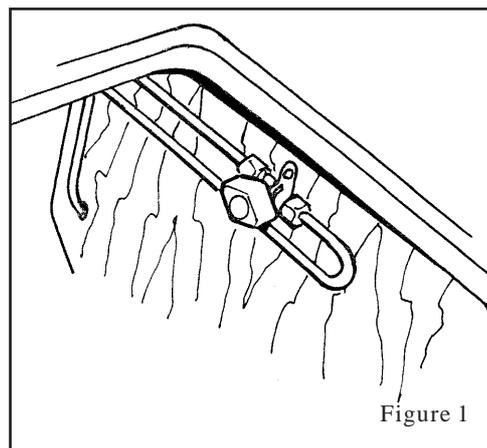

Figure 1
- Fermer les vannes sur le circuit (dans le coffre derrière l'évier) et sur la bouteille quand les appareils ne sont pas utilisés. Fermer immédiatement toutes les vannes en cas de danger. (fig 1)
- Shut the valves in the system (in the locker behind the sink) and on the cylinder when the appliances are not in use. Shut immediately all valves in case of hazard (fig.1),